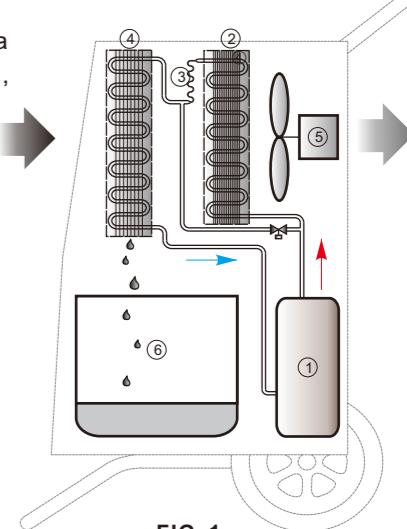

FIG.1
(Ver FIG.1) Os desumidificadores MDR são projetados com base no sistema de refrigeração circulatória. No interior deste sistema hermético, o compressor (①) bombeia e comprime gás refrigerante em altas temperaturas e o envia para o condensador (②).